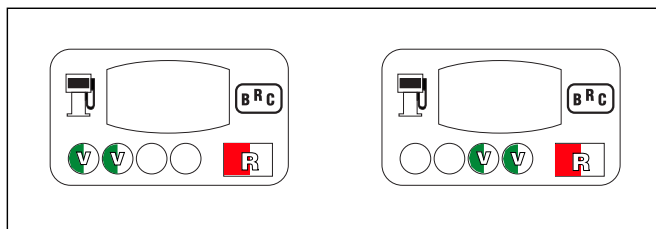

Fig. 25
- **Si l'opération a été exécutée correctement, le LED BICOLORE devient rouge clignotant et signale la fin de la phase d'acquisition du TPS** (fig. 25).